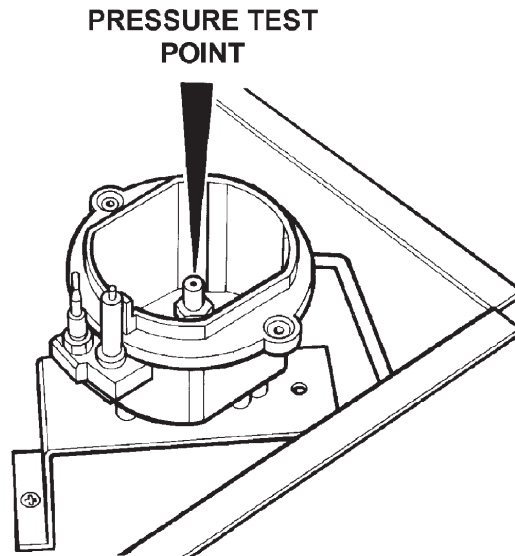

Fig. 16
24. PRESSURE TESTING (SEE FIG. 16).